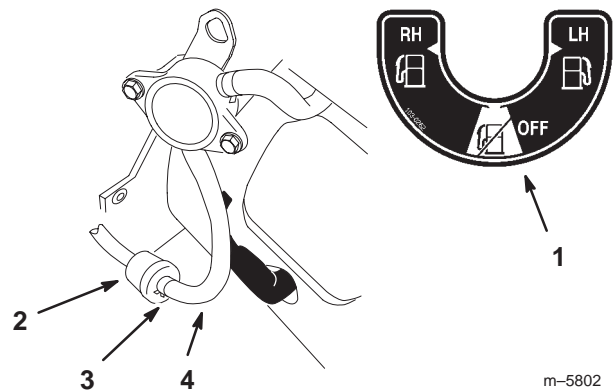

Figure 44
2. Fermez le robinet d'arrivée de carburant sur la console (Fig. 44).
5. Posez un filtre neuf et rapprochez les colliers de fixation du filtre pour fixer le flexible d'alimentation (Fig. 44).
2. Fermez le robinet d'arrivée de carburant (Fig. 44).
3. Desserrez le collier de serrage au niveau du filtre à carburant et repoussez-le le long de la conduite d'alimentation pour l'éloigner du filtre (Fig. 44).
4. Débranchez la conduite d'alimentation du filtre (Fig. 44). Ouvrez le robinet d'arrivée de carburant et laissez l'essence s'écouler dans un bidon ou un bac de vidange.
5. Raccordez la conduite d'alimentation au filtre. Rapprochez le collier de serrage du filtre pour fixer la conduite d'alimentation (Fig. 44).